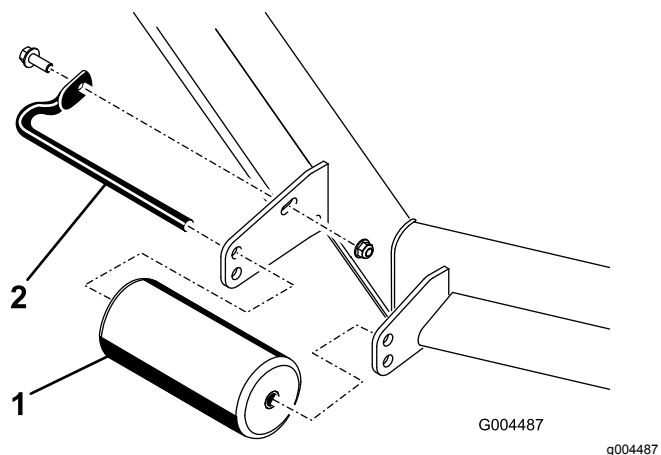

Figura 14
1. Rimuovete la vite e il dado che fissano l'albero del rullo alla staffa del piatto di taglio (Figura 14).